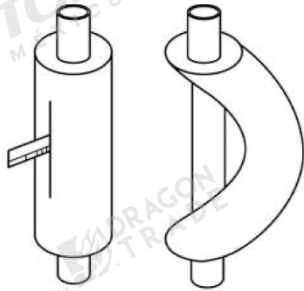

Fig. 12
- (2) No doble el tubo más de 90°.
- (3) Si el tubo se dobla o estira repetidamente, se endurecerá y será difícil volver a doblarlo y estirarlo. Por lo tanto, no lo doble ni estire más de 3 veces.
- (4) En caso de que la flexión directa abra grietas en el tubo, utilice primero un cúter afilado para cortar la capa aislante, como se muestra en la Fig.12. No doble el tubo hasta que quede al descubierto. Una vez doblado, envuelva el tubo con la capa aislante y fíjelo con cinta adhesiva.